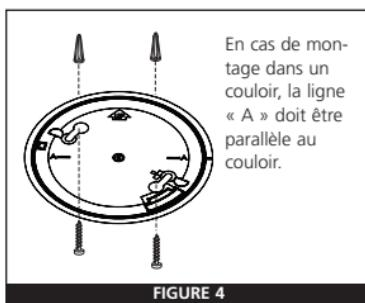

FIGURE 4
2. Après avoir sélectionné la position adaptée pour monter le détecteur de fumée, selon les indications données à la Section 1, fixez le support au plafond comme indiqué à la Figure 3. Pour le montage mural, voir la Figure 4. Placez le support sur le mur, en vérifiant que la ligne « A » est bien horizontale (parallèle au sol). Utilisez les vis et chevilles fournies pour maintenir le support. Le montage avec vis et chevilles est préconisé.